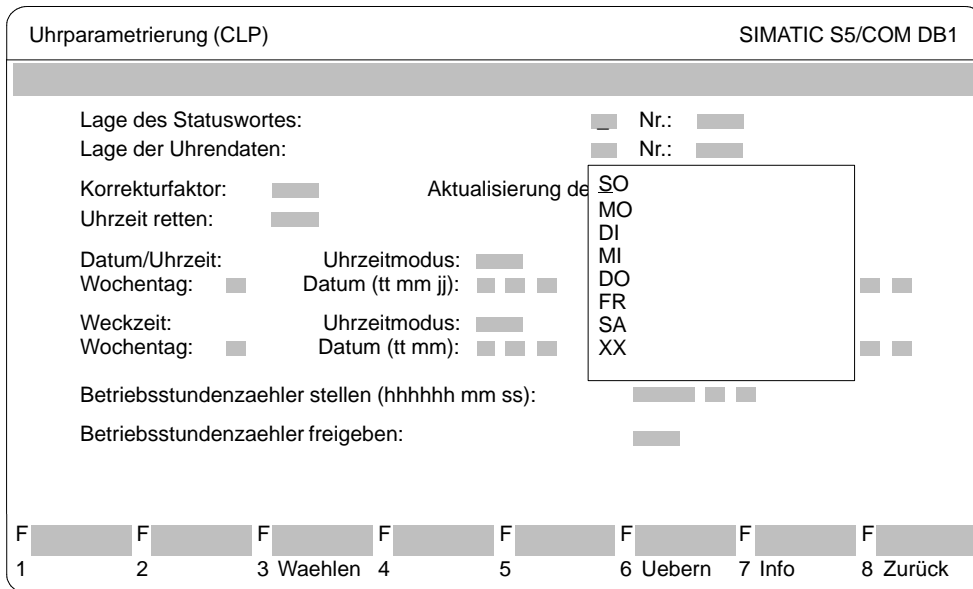

Bild 3-35 COM DB1-Maske "Uhrparametrierung (CLP)"; Wochentag auswählen
4. Übernehmen Sie den angewählten Wochentag in das Eingabefeld. Drücken Sie dazu <↵> oder <INSERT>. Im Eingabefeld erscheint der angewählte Text. (Mit <ESC> wird die Übernahme abgebrochen. → Bild 3-35)